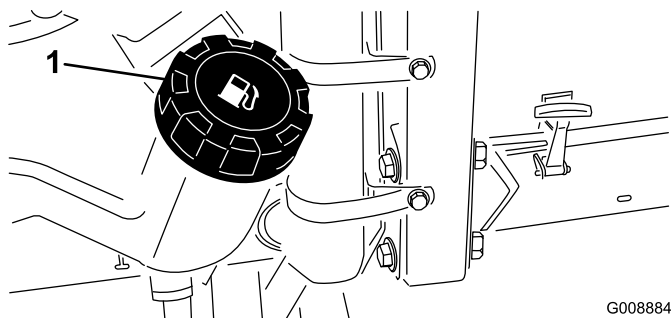

Figura 19
1. Limpe a zona em torno do tampão do depósito de combustível (Figura 19).